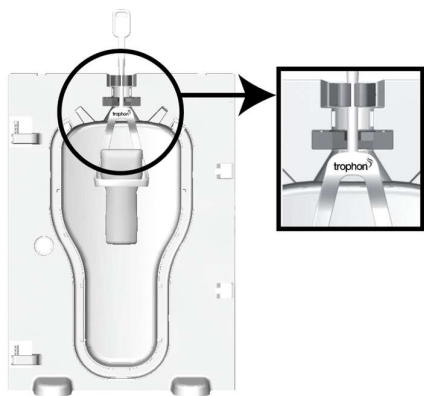
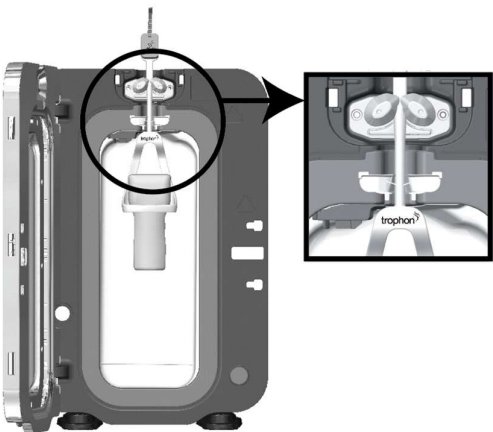

图 4
图 5
- **WUPH-A** trophon Wireless Ultrasound Probe Holder-A（WUPH-A）は、適合性のあるワイヤレス超音波プローブを trophon チャンバー内で保持するためのものです。同ホルダーは、trophon EPR、trophon2 および trophon3 の各装置で使用可能です（図 4 と図 5 をそれぞれ参照）。